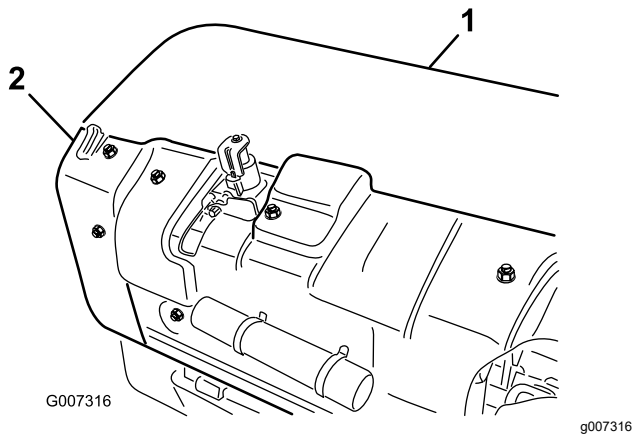

图 34
- A. 拆下打孔头后盖图 34。
- B. 拆下皮带轮护罩的安装螺栓取下护罩图 34。